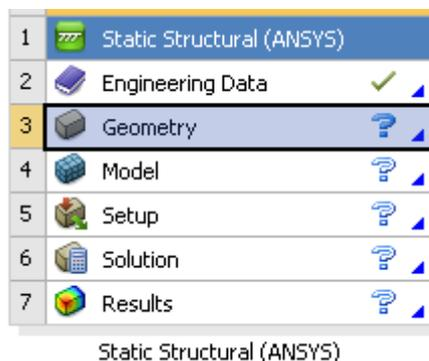

Рис. 9.
Создание геометрии происходит с помощью программы **Design Modeler** (DM), для запуска которого необходим двойной щелчок мыши в строчке Geometry окна проекта (рис.9).